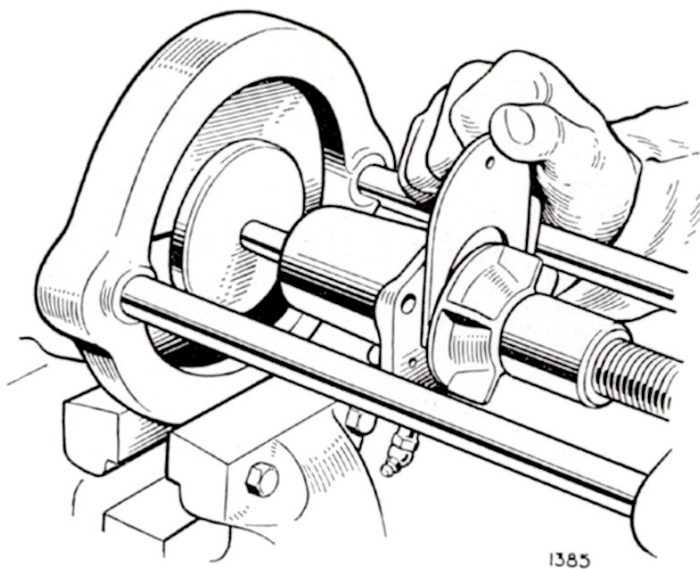

Fig. 11. Utilisation d'une jauge d'épaisseur pour obtenir un jeu de 0,762 mm. (0,030 ") entre la turbine et la face de montage
1. Monter les pièces (27), (26) et (14) sur l'arbre (28). Bourrer de graisse les roulements à billes (24) et les enfoncer sur l'arbre, leurs faces étanches vers l'extérieur, et l'entretoise (25) étant placée entre ceux-ci.
2. A l'aide d'un mandrin tubulaire, monter les roulements avec l'arbre (28) dans le boîtier et les fixer au moyen de circlips (23). Enfoncer l'ensemble joint (30) dans la turbine (31).
3. En employant une entretoise de 0,962 mm. (0,030") d'épaisseur, presser la turbine (31) sur l'arbre (28) comme indiqué sur la Fig. 11. Souder la turbine à l'extrémité de l'arbre pour éviter que des fuites ne se produisent.
4. Monter la clavette demi-lune (13) et la poulie (21) sur l'arbre (28) et les fixer au moyen d'un écrou Nyloc (17) et d'une rondelle ordinaire (18).